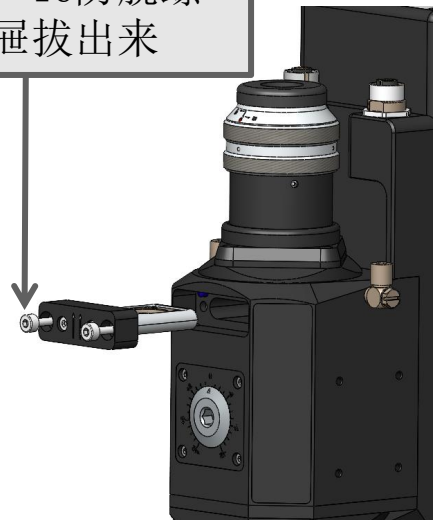
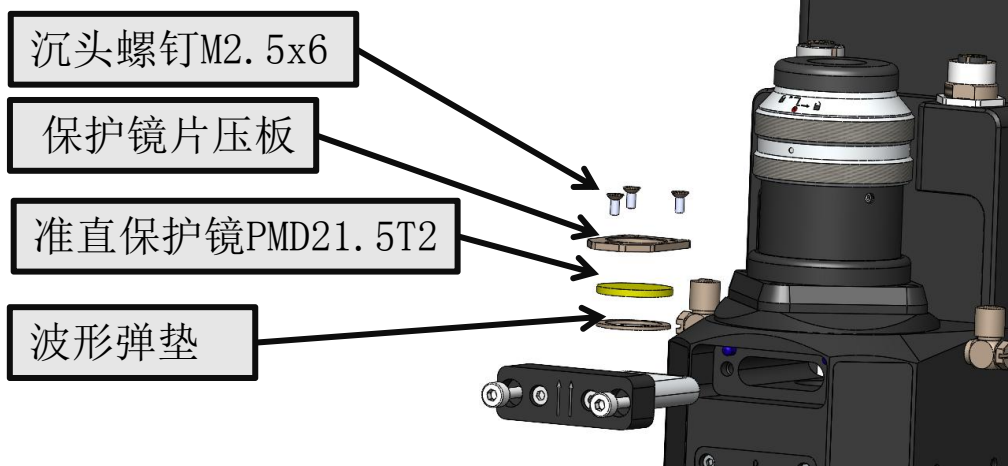

图2.6
图2.7
5.1.1 准直保护镜的拆装，拆装方法如下图2.6、图2.7所示。